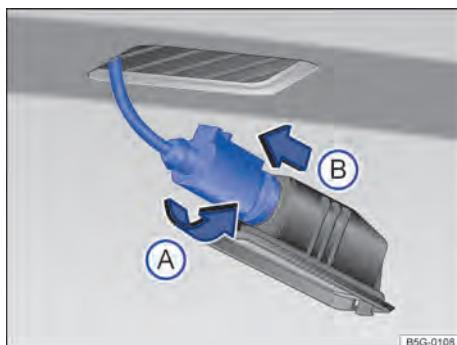

Fig. 171 Lanterna da placa de licença: desinstalar o suporte da lâmpada.
- 3) Girar o soquete da lâmpada no sentido anti-horário → **Fig. 171** (A) e retirar o suporte junto com a lâmpada (B).